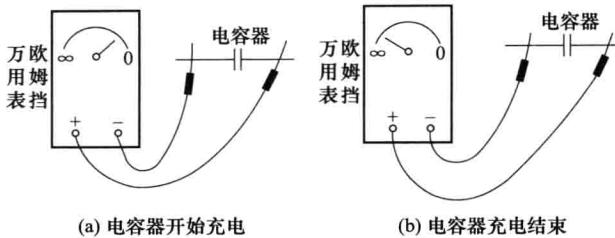

图 1-7 电容器的测试
① 对电容器漏电和击穿的测试。用万用表 $R \times 10k\Omega$ 挡（电解电容常用 $R \times 1k\Omega$ 挡）进行测量，如图 1-7 所示，指针首先向 R 为零的方向摆动，然后又向 R 为无穷大的方向退回，表针稳定以后的阻值，就是电容器的绝缘电阻。测量时应防止人体电阻（手指）与电容器两脚相连，以免产生测量误差。实践证明，电解电容器的绝缘电阻应在几十兆欧以上。绝缘电阻小于上述数值，则表明电容器漏电。绝缘电阻越小，表明漏电越严重；绝缘电阻为零，表明电容器已被击穿。